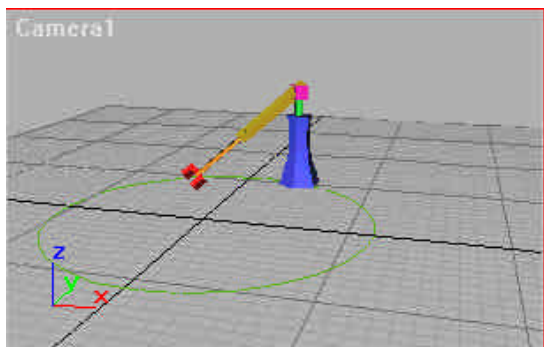

图11-14 移动垂直长轴并旋转U形支架转轴
4) 移动时间滑块到第 35 帧, 单击主工具栏的 Select and Move 按钮, 将底座上的垂直长轴向下移动。单击主工具栏的 Select and Rotate 按钮, 将 U 形支架转轴旋转 180° , 效果如图 11-14 所示。